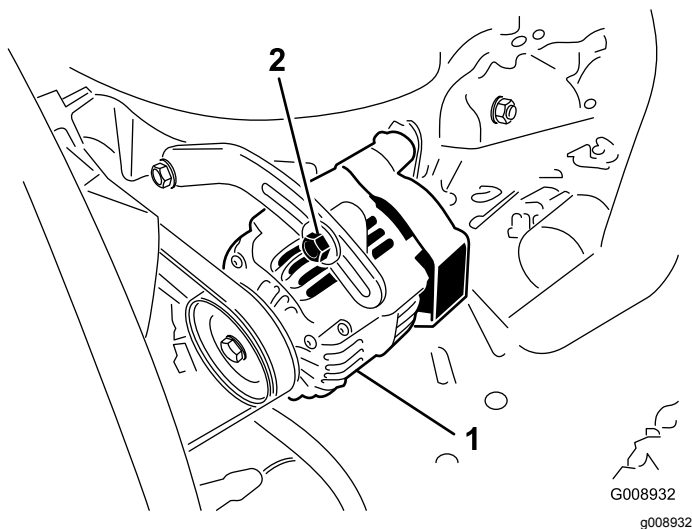

Figure 45
2. Si vous n'obtenez pas une flèche de 10 mm, desserrez les boulons de fixation de l'alternateur (Figure 45).